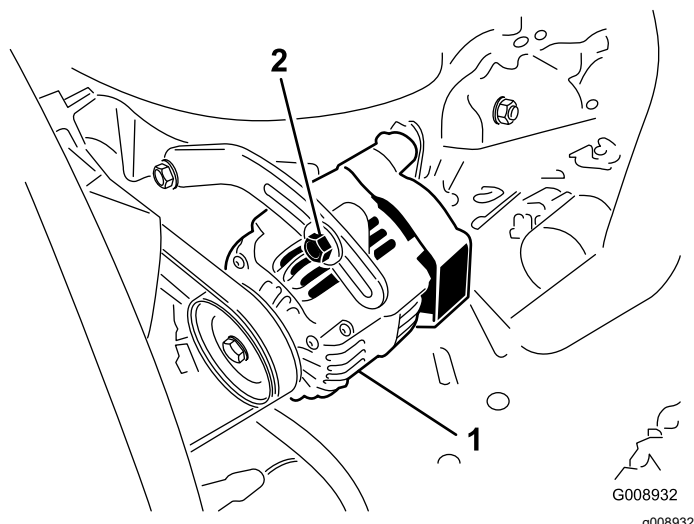

Figura 96
Controllate lo stato e la tensione delle cinghie (Figura 96) ogni 100 ore di servizio.
2. Se l'inflessione non è di 10 mm, allentate i bulloni di fissaggio dell'alternatore (Figura 96). Aumentate o riducete la tensione della cinghia dell'alternatore e serrate i bulloni. Controllate di nuovo l'inflessione della cinghia per accertare che sia esatta.